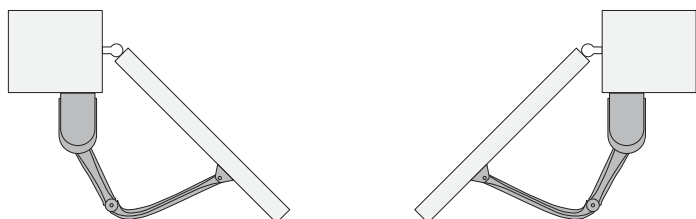

Fig.20
11. Dopo aver installato e regolato i motori posizionare le ante a metà della loro corsa affinché, eseguiti i collegamenti elettrici, queste effettuino correttamente l'apprendimento di apertura e chiusura **fig. 20**.